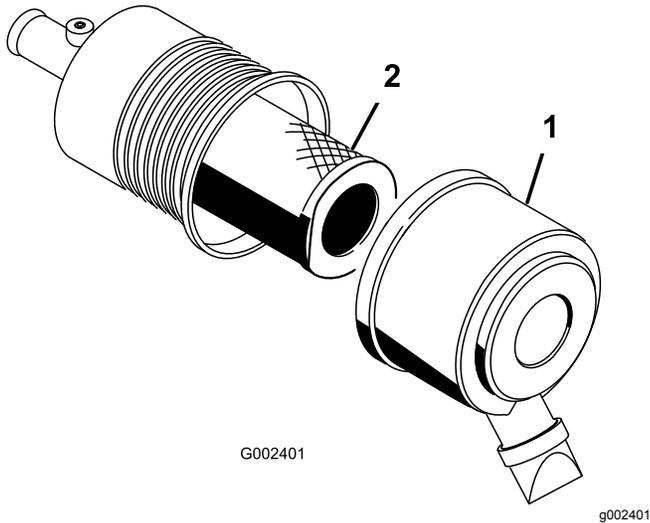

Figura 41
7. Instale la tapa orientando la válvula de salida de goma hacia abajo, aproximadamente entre las 5 horas y las 7 horas, visto desde el extremo (Figura 41).